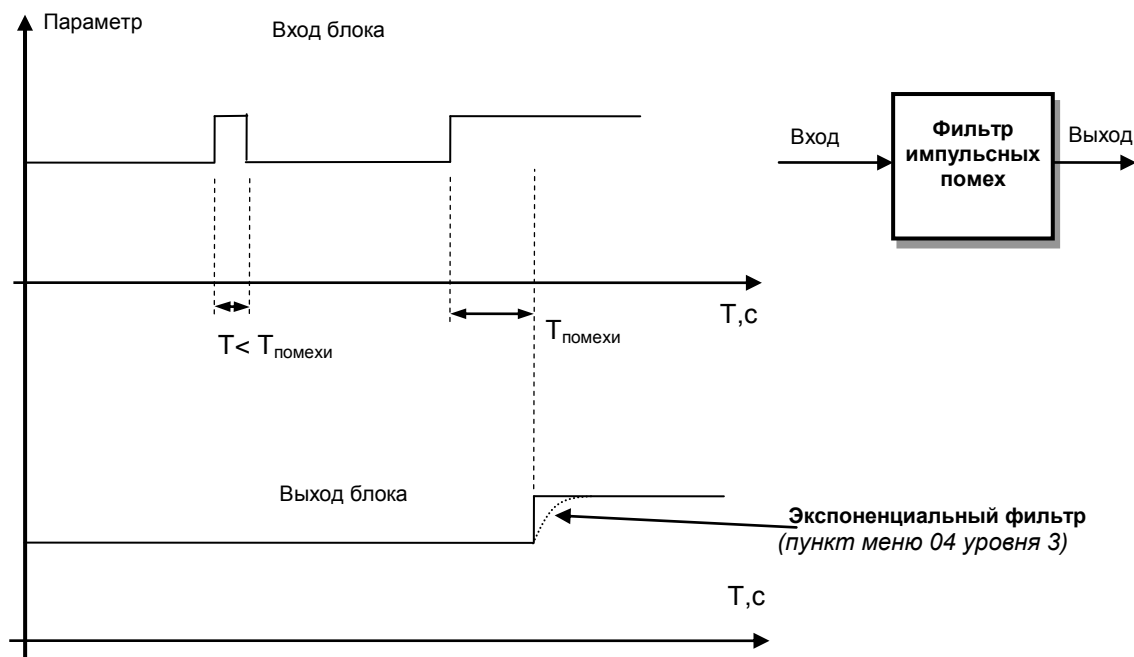

Рисунок 3.6 – Принцип работы фильтра импульсных помех и экспоненциального фильтра
1. Фильтр импульсных помех. Используется для подавления импульсных помех. Определяется параметром **3.05** «Максимальная длительность импульсной помехи». Если в каком либо цикле измерения технологического параметра обнаружено его изменение, то предполагается возможность действия помехи и выходной сигнал сформируется (с учетом усреднения измерительных значений) по истечении установленного времени длительности помехи. То есть, если длительность изменения сигнала больше заданного  $T_{\text{помехи}}$ , то это изменение расценивается как естественное и принимается в дальнейшую обработку с задержкой времени  $T_{\text{помехи}}$  (рисунок 3.6). Работа данного фильтра вносит дополнительное транспортное запаздывание в систему регулирования, которое равно величине параметра «Максимальная длительность импульсной помехи». Поэтому всегда нужно стремиться минимизировать данный параметр.
4. Экспоненциальный фильтр (рисунок 3.6). Фильтр используется для подавления помех, а также для подавления «дребезга» индикации (частых изменений показания индикатора из-за колебаний входного сигнала). Определяется параметром **3.04** «Постоянная времени цифрового фильтра».